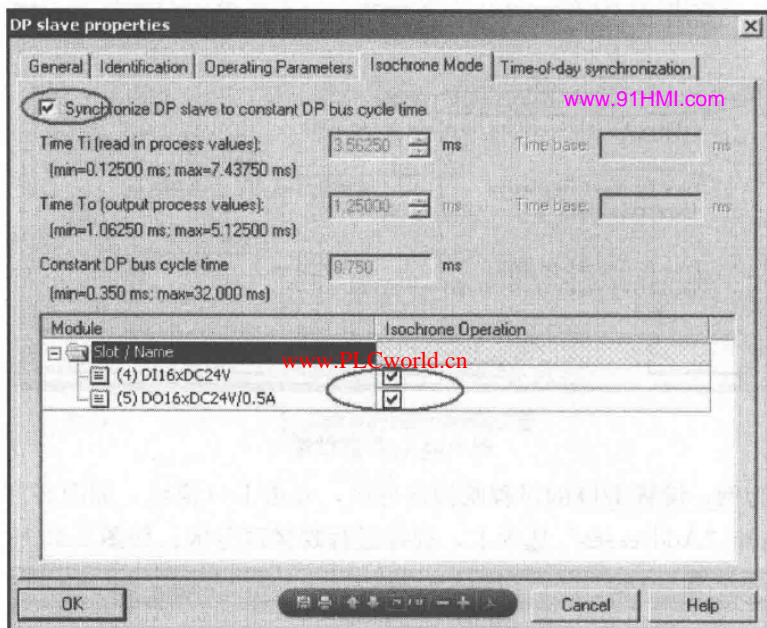

图 8-41 “Isochrome Mode”设置
3) 完成 I/O 过程映像区分区的设置后，组态每个从站的等时模式。双击 DP 从站图标（如 IM153-2），在“Properties-DP Slave”对话框中，选择“Isochrome Mode”选项卡进行设置，激活“Synchronize Dpslave to constant bus cycle time”选项，同时激活支持等时模式的 I/O 模块，不支持等时模式的模块将不可选。如果在 DP 主站不选择“Times T_i and T_o same for all slaves”选项，则图 8-40 中每个从站的 T_1 、 T_0 时间要单独设置， T_1 、 T_0 时间可以不一样。本例中选择“Times T_i and T_o same for all slaves”，如图 8-41 所示。